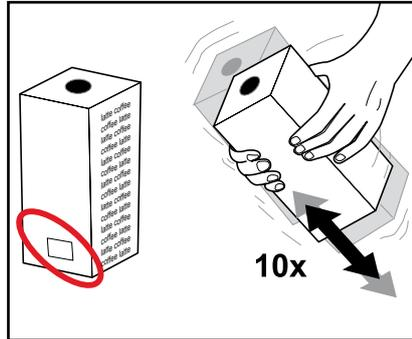

Abb. 2
- Beachten Sie bitte das aufgedruckte Haltbarkeitsdatum auf der Verpackung. (Abb. 2)
2. Schütteln Sie die Produkt-Packung mindestens 10 mal vor dem Einsetzen in das Gerät. (Abb. 2)